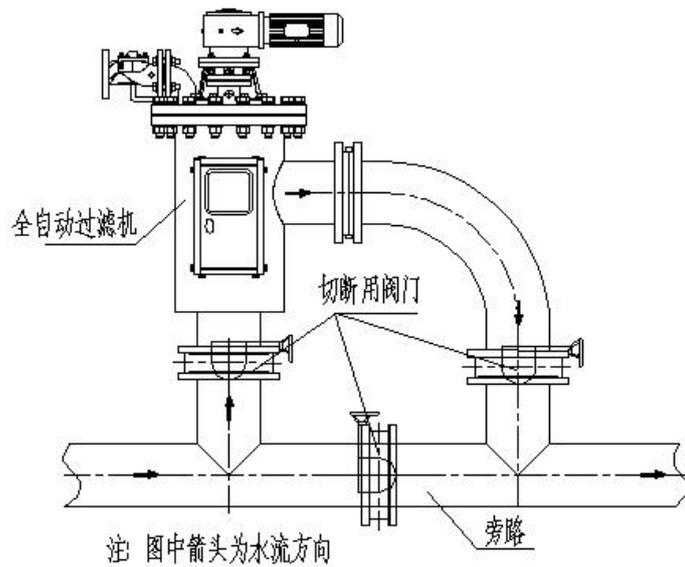

图 7
- 3) 过滤器有两种安装方式，见图 7~8，但应注意水流方向不可弄错，安装时应尽量使水力控制阀处于水平位置或向下的位置，以保证排污彻底。